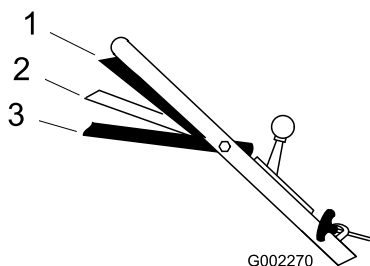

Figure 17
3. Serrez la barre de commande contre le guidon en position Marche/déplacement (Figure 17).